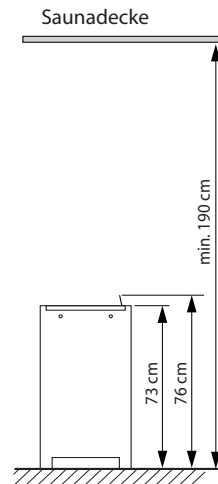

Abb. 1
- Füllen Sie den Ofen noch nicht mit Saunasteinen solange er nicht auf seiner endgültigen Position steht. Beachten Sie die Mindestabstände (siehe Abb. 1 und 2).
- Die Mindesthöhe der Saunakabine muss innen 1,90 m betragen. (Abb. 1)